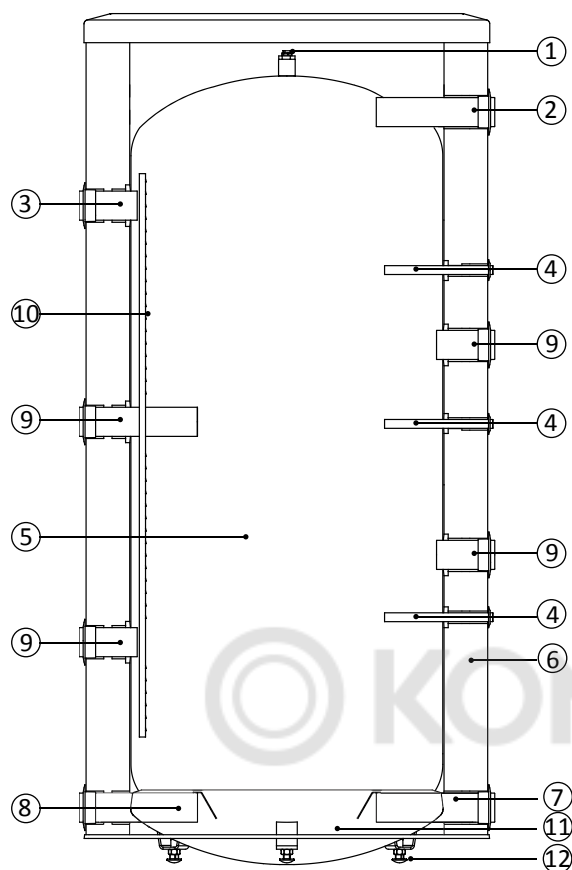

Рис. 8 Теплоаккумулятор BU-750-1000.8 R.
2. Подключить снабжение из источника тепла (Рис. 4-7 - 2 и Рис. 8,9 - 3).
3. Подключить возврат к источнику тепла (Рис. 4-7 - 7 и Рис. 8,9 - 8).
4. Подключить снабжение отопительной системы (Рис. 4-7 - 3 и Рис. 8,9 - 2).
5. Подключить возврат из отопительной системы (Рис. 4-7 - 6 и Рис. 8,9 - 7).
6. Установить необходимые датчики температуры (Рис. 4-7 - 9 и Рис. 8,9 - 4).
7. При необходимости, электрический нагревательный модуль подключить к патрубку (14) в BU-750-1000 R.